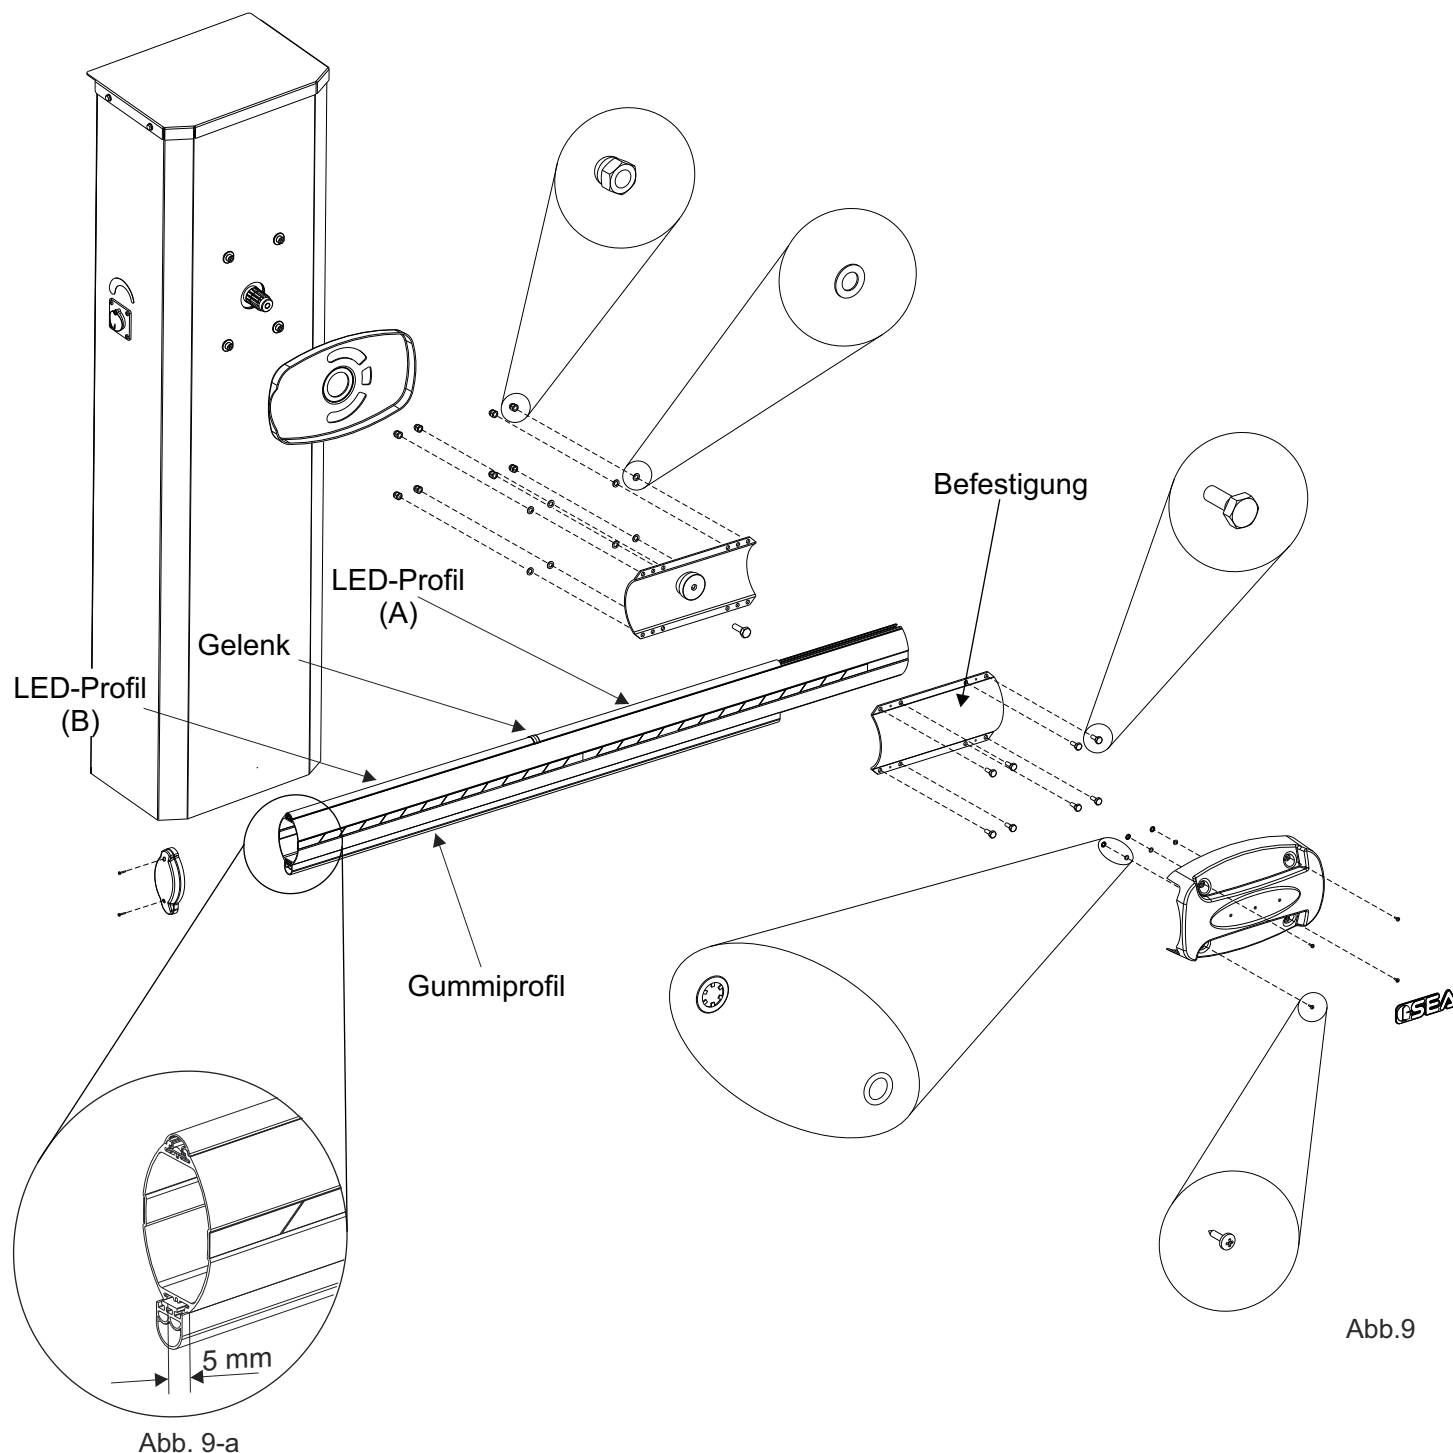

Abb.9
Montieren Sie das erste Segment (A) des LED-Profils im Anschlag auf der Befestigung, montieren Sie das Gelenk, montieren Sie das zweite Segment (B) des LED- Profils und wiederholen Sie den Vorgang für alle Segmente des LED-Profils bis die gesamte Balkenlänge abgedeckt wurde. Das letzte LED-Profil muss am Balkenende (Abb.9-a) mit einer Metallsäge abgeschnitten werden. Montieren Sie zwischen jedem Led-Profil Segment ein Gelenk.